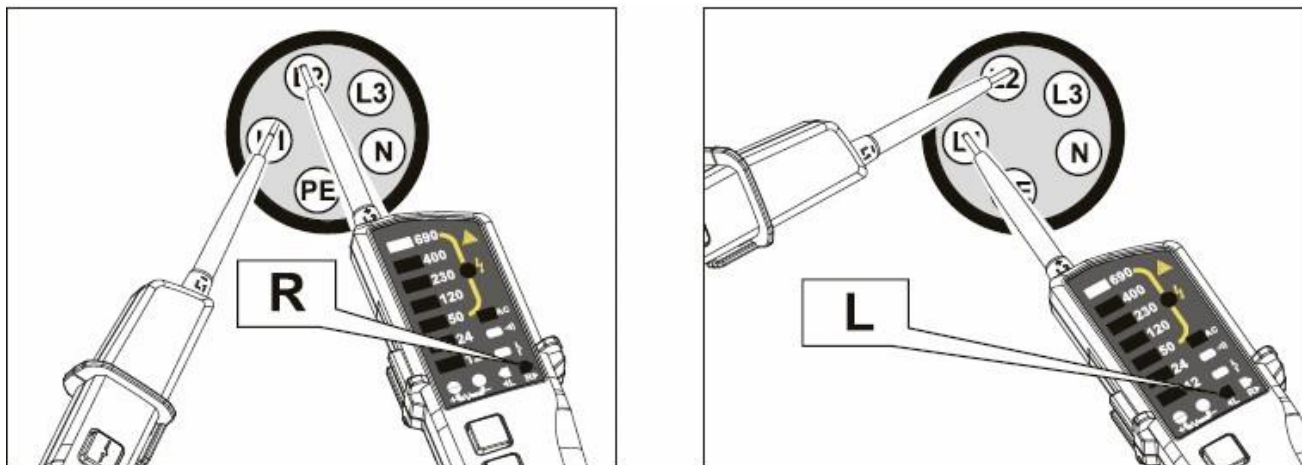

Figure 4
2. Tineti testerul in mana si introduceti testerul L2 la o faza iar testerul L1 la una din celelalte faze (vezi fig.4 )